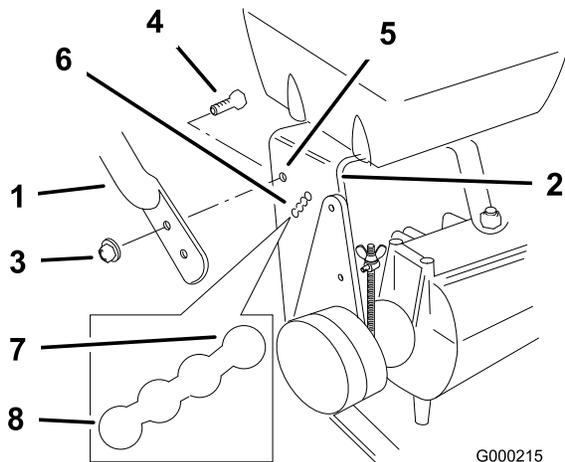

Figure 17
2. Desserrez les boulons à embase supérieurs ((3/8 x 1 pouce)) et l'écrou à embase de fixation du guidon au bâti arrière (Figure 17)
3. Retirez les boulons à embase supérieurs ((3/8 x 1 pouce)) et les écrous à embase de fixation du guidon au bâti arrière (Figure 17)